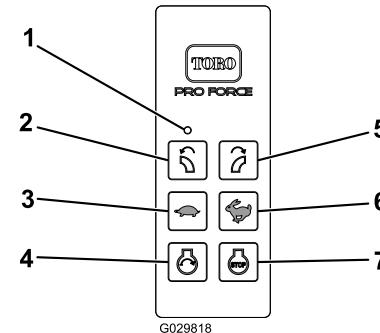

Figura 9
A luz LED indica a comunicação entre o comando remoto e o módulo de controlo sem fios (Figura 9).
Pressione o botão DESLIGAR MOTOR para parar o motor (Figura 9).
Depois de preparar a máquina para o arranque por controlo remoto, pressione o botão de ARRANQUE DO MOTOR para ligar o motor (Figura 9). Consulte Funcionamento do motor (página 18), para a sequência de arranque.
Pressione o botão ROTAÇÃO DO BICO À ESQUERDA ou o botão ROTAÇÃO DO BICO À DIREITA para rodar o bico do ventilador na direção desejada (Figura 9).
- Pressione o botão AUMENTO DA VELOCIDADE DO MOTOR (ícone do coelho) para aumentar a velocidade do motor (Figura 9).